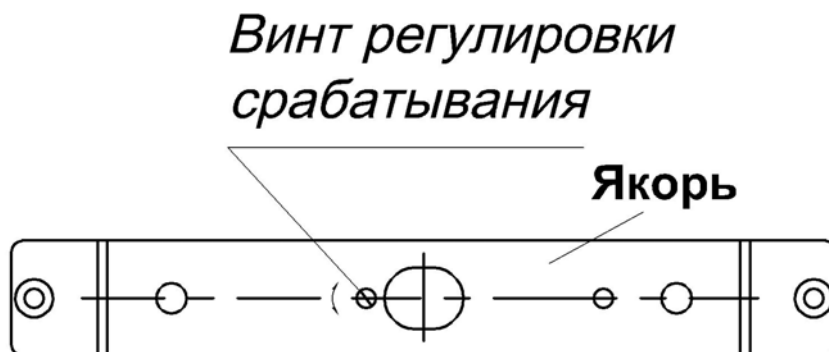

Рис. 4
- 6.4 После установки ЗАЗОРА необходимо проверить надежность срабатывания замка. Проверку производить при закрытой двери. При включении замка якорь должен уверенно притягиваться к магнитопроводу и резко от него отскакивать при выключении. Регулировку срабатывания можно произвести вращением винта, расположенного на якоре (рис. 4). Винт изменяет натяжение рабочей пружины. Вращение винта по часовой стрелке уменьшает натяжение и срабатывание становится более резким. Эта же пружина обеспечивает прижим якоря к основанию в исходном (открытом) положении. Вращение винта против часовой стрелки увеличивает натяжение и прижим.